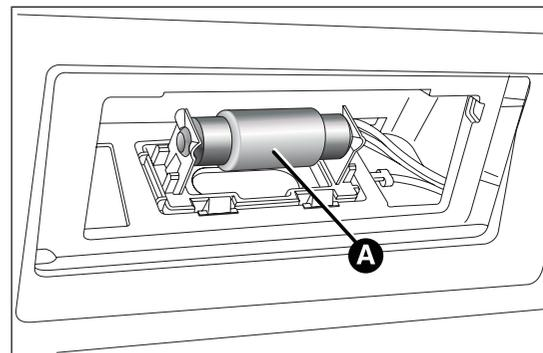

fig. 133
- remplacer l'ampoule B fig. 133, en la séparant des contacts latéraux ;